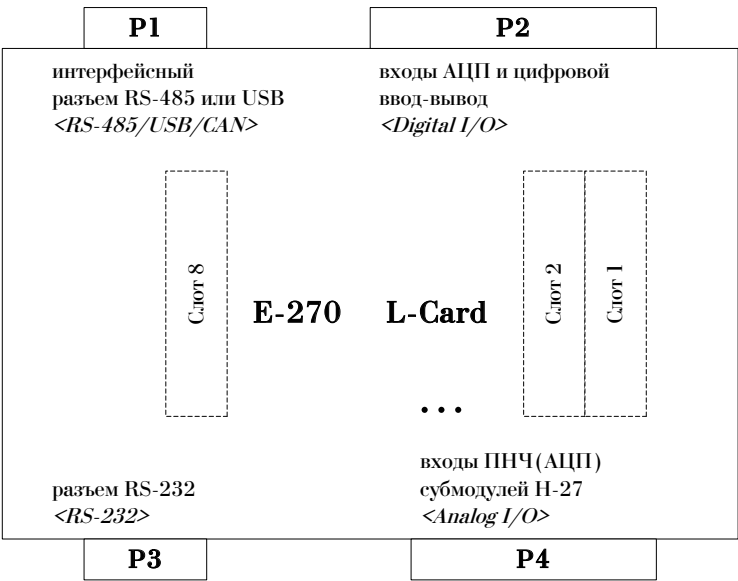

Рис. 3.1: Разъемы модуля Е-270 и слоты Н-27х, вид сверху
- *37-контактная плата клеммников DB-37F-increaser*, которая позволяет быстро и без использования паяльника коммутировать внешние сигналы к разъему *P4* (см. рис. 3.1, стр. 14) модуля Е-270. Допустимое сечение проводов – до 0.75 мм. На плате клеммников имеются отверстия для механического крепления жгутов. Плату клеммников следует применять только при предварительных настройках системы и опытных подключениях. Штатная работа оборудования с заявленными метрологическими характеристиками требует производить подключение внешних сигнальных цепей с распаиванием ответных частей разъема *P4*
На рис. 3.1 схематично показаны разъемы модуля Е-2701.
В данном примере использован стандартный COM-порт ПК, дополнительное устройство - преобразователь 'RS-232 в RS-485'2 и внешний источник питания. Электрическое подсоединение преобразователя к интерфейсным контактам 6, 7 разъема *PI* модуля Е-270 (см. рис. 3.1, стр. 14 и табл. 3.2, стр. 15) должно производиться с использованием *витой пары* [20, 21, 28]. Выход COM-порта ПК соединяется с преобразователем 'RS-232 в RS-485' *кабелем-удлинителем COM-порта* (не путать с нуль-модемным кабелем).
Установка аппаратной части для работы по USB проста: необходимо соединить интерфейсный разъем *PI* (см. рис. 3.1, стр. 14) модуля Е-270USB с помощью USB-кабеля,
При необходимости использовать интерфейс RS-232 в любом из типов модуля E-270 достаточно соединить *нуль-модемным кабелем*, входящим в комплект поставки, один из доступных СОМ-портов ПК и соответствующий интерфейсный разъем *P3* модуля E-270 (см. рис. 3.1, стр. 14).